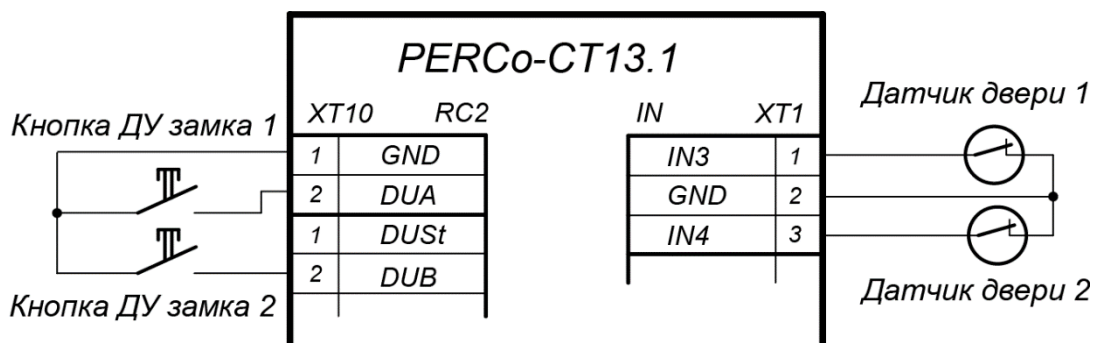

Рисунок 15. Схема подключений кнопок ДУ и датчиков двери
3. Кнопки ДУ «Выход» замков, при необходимости их установки, подключаются к клеммной колодке **XT10** нижней платы контроллера (см. рис. 15).
- Датчик двери (геркон) подключается к клеммной колодке **XT1** нижней платы контроллера (см. рис. 15). Датчик двери с замком, управляемым выходом **OUT3**, подключается к входу **IN3**, выходом **OUT4** – к входу **IN4**. Датчик двери должен быть смонтирован таким образом, чтобы при закрытой двери обеспечивалось устойчивое его срабатывание.